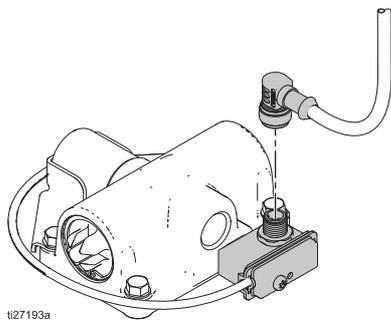

Abb. 2. Trennen von DataTrak
1. Das Kabel von der Reedschalter-Baugruppe abschrauben. Siehe Abb. 2.